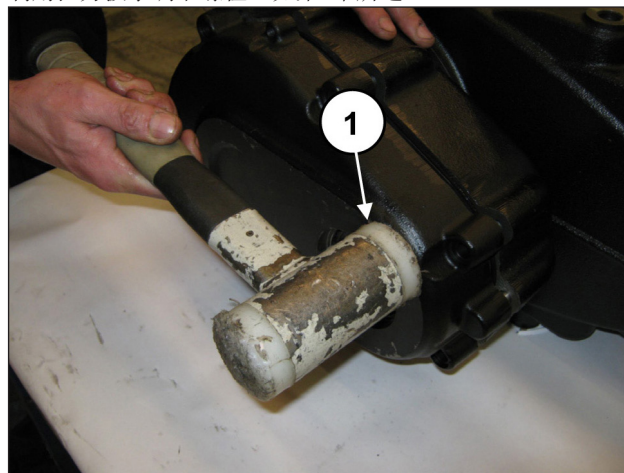
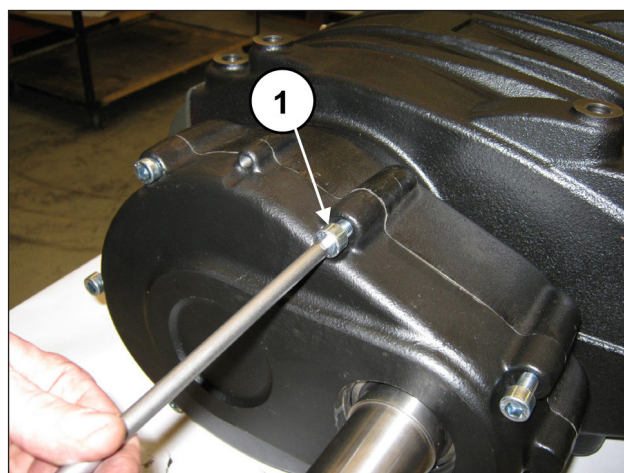

图 89
图 90
安装减速机盖, 可使用锤子(位置①, 图 89)并通过7个 M10x40 螺丝固定(位置①, 图 90)。注意轴承40x90x23的两个元件的正确联接。利用扭力扳手调节螺栓, 如第3章所述。